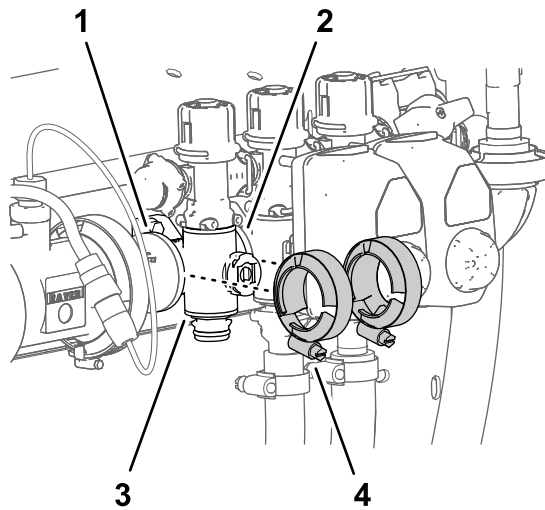

Figure 126
- Retirez les 2 colliers bride qui fixent la vanne de collecteur de section aux brides des composants adjacents (Figure 126).